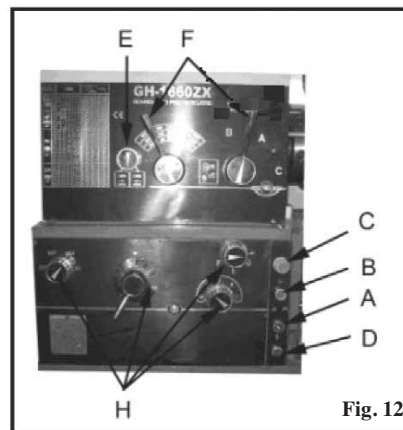

Fig. 12
Tænd/sluk-knap for kølemiddel: (A, Fig. 12) tænder og slukker for kølemiddelpumpen.
Lysdiode for strøm: (D, Fig. 12) Lyser, når drejebænken er tilsluttet strøm.
Nødstopknap: (C, Fig. 12)
Startknap: (B, Fig. 12) Hurtigt tryk og slip starter rotationen af spindlen.
2. **Håndtag til gearskift på spindeldokken:** (F, Fig. 12) Placeret på den forreste, øverste del af spindeldokken. Håndtaget flyttes til højre eller venstre for at opnå den ønskede spindelhastighed.
3. **Indstillingshåndtag for retning af ledeskrue/trækspindel:** (E, Fig. 12) Placeret forrest på spindeldokken i nederste venstre hjørne. Håndtaget bruges til at skifte fremføringsretning. (Forsigtig: Indstillingen må ikke ændres, når maskinen kører).
4. **Indstillingshåndtag til fremføring/ledeskruer:** (H, Fig. 12) Placeret forrest på spindeldokken. Bruges ved opsætning til gevindskæring eller fremføring.